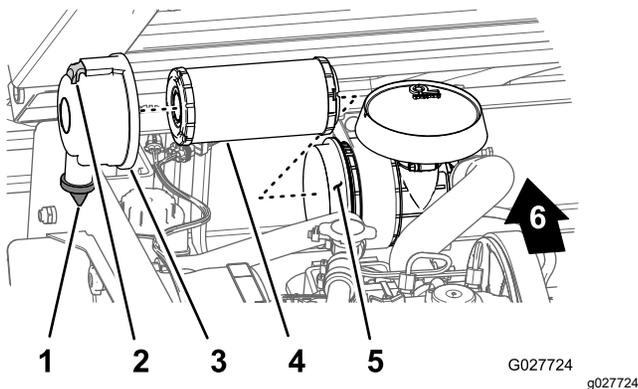

Рисунок 31
2. Проверьте корпус воздушного фильтра на наличие повреждений, которые могли бы вызвать утечку воздуха (Рисунок 31).
3. Потяните защелку наружу и поверните крышку воздушного фильтра против часовой стрелки (Рисунок 31).
5. Во избежание излишнего запыления соблюдайте осторожность при извлечении фильтрующего элемента из корпуса воздушного фильтра (Рисунок 31).
1. Очистите канал для выброса грязи, расположенный в крышке воздушного фильтра (Рисунок 31).
2. Извлеките из крышки резиновый выпускной клапан, очистите полость и замените выпускной клапан (Рисунок 31).
3. Вставьте элемент в корпус воздушного фильтра, нажимая на наружный обод элемента, чтобы посадить его в корпус воздушного фильтра (Рисунок 31).
4. Совместите крышку воздушного фильтра с его корпусом, при этом резиновый выпускной клапан должен быть обращен вниз (в положении приблизительно между «5 и 7 часами», если смотреть с торца), как показано на Рисунок 31.
5. Закрепите крышку на корпусе фиксаторами (Рисунок 31).